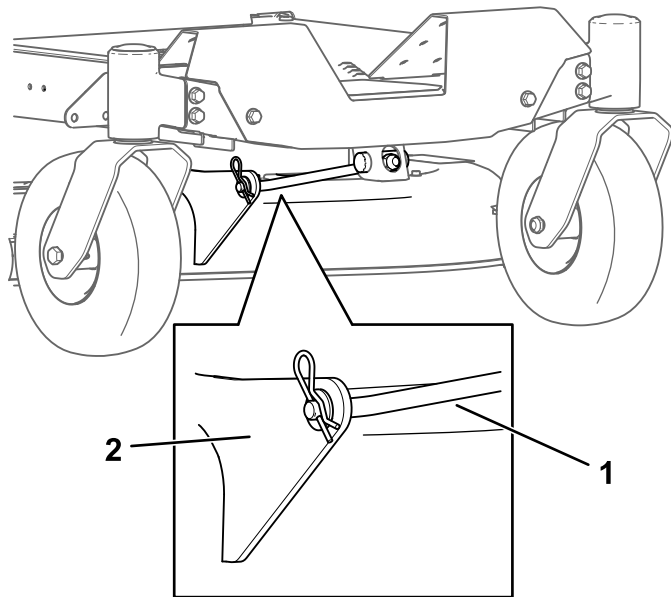

Figura 66
4. Retire la chaveta de la varilla de soporte delantera y retire la varilla del soporte de la carcasa (Figura 66).
- Conecte la varilla de soporte delantera a la carcasa de corte con el pasador y la chaveta (Figura 66).